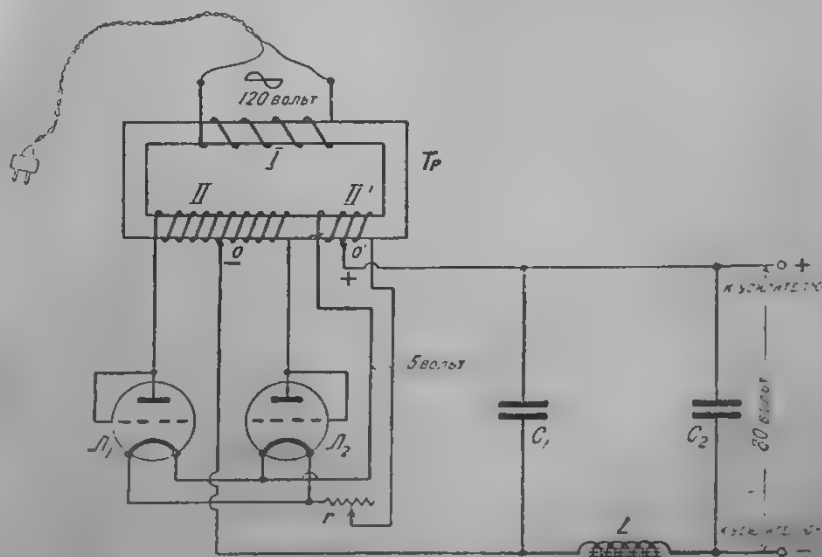

Рис. 4. Полная схема выпрямителя.
фазного катодного выпрямителя, изображенной на рис. 4.
1) первичная обмотка (I), подключаемая к сети с напряжением в сети 120 вольт;
2) вторичная обмотка (II), ток которой выпрямляется; эта обмотка должна иметь среднюю точку „о“ (см. рис. 4);
3) вторичная обмотка (II'), дающая ток для накала волосков выпрямителей и вмещающая также среднюю точку „о“ (см. рис. 4), которая является плюсом цепи выпрямленного тока.
Конденсаторы C_1 и C_2 (рис. 4) должны обладать емкостью каждый по $2-1,25 \mu F$, их рекомендуется самому не изготавливать, а приобрести готовые, в виде известных
Устройство реостата накала r (рис. 4) равно, как и всякого рода зажимов, гнезд и т. п., здесь не приводится, ибо оно обычно. Следует лишь указать, что реостат должен быть:
В заключение должен отметить, что величину C_1 и C_2 (рис. 4) можно значительно уменьшить, если в качестве приемного усилителя пользоваться усилителем „с дросселями“, который будет описан в одном из ближайших номеров журнала.
Дроссель L (рис. 4) состоит из 2-х катушек, соединенных последовательно